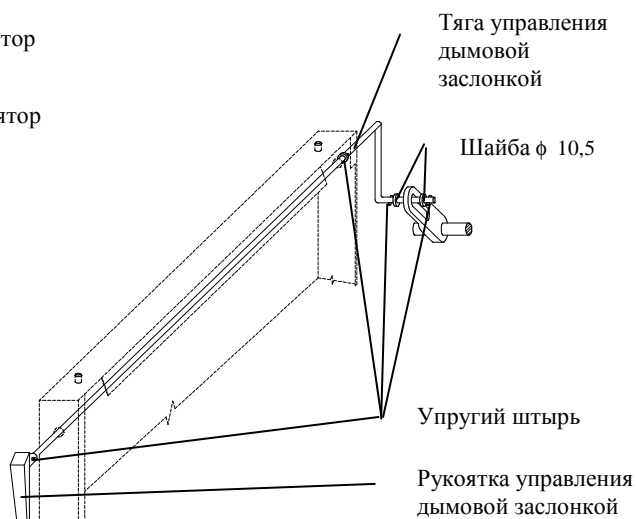

Рис. 8 Управление дымовой заслонкой
- В соответствии с рис. 8 смонтировать управление дымовой заслонкой.